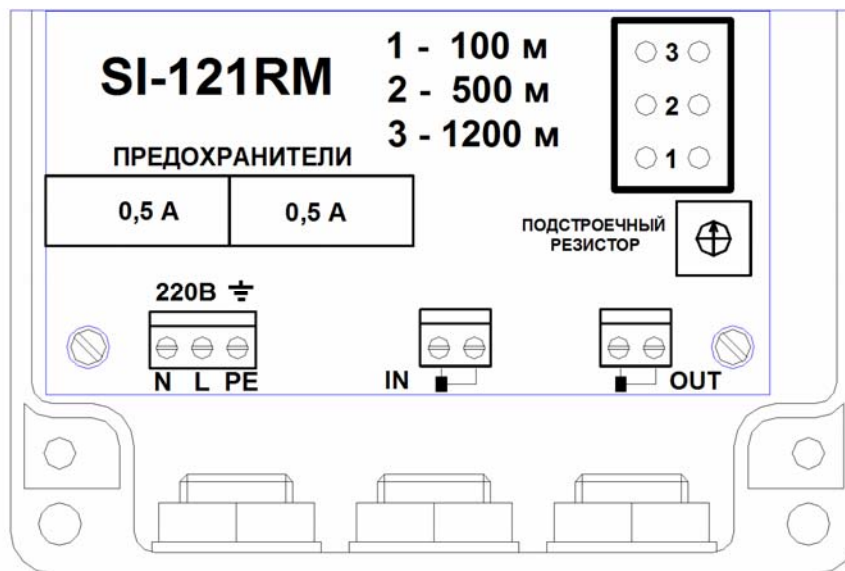

Рис.2
5.6. Для подключения приёмника к электросети рекомендуется использовать трёхжильный кабель ПВС 3x0,75 (одна из жил используется для заземления приёмника). Схема грозозащиты приёмника будет эффективно работать только при наличии заземления. На печатной плате приёмника установлены два предохранителя 0,5А для защиты от перенапряжений по электросети (рис. 2).
5.7. Для регулировки АЧХ приёмника на печатной плате установлены три коммутационные переключки и подстроечный резистор (рис. 2). Положение 1 соответствует расстоянию до 100 м, положение 2 – до 500 м, положение 3 – до 1200 м кабеля РК75-3-32.